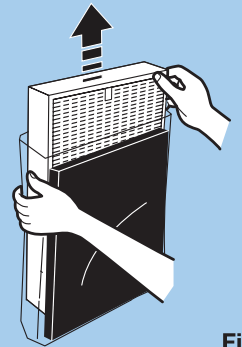

Fig. 4
- 4 Remove the plastic wrap from the HEPA Filter and Carbon Filter (Fig. 4).
- 4 Retirer l'emballage en plastique du filtre HEPA et du filtre au charbon actif (Fig. 4).
- 4 Retire la envoltura plástica del filtro HEPA y del filtro de carbón (Fig. 4).